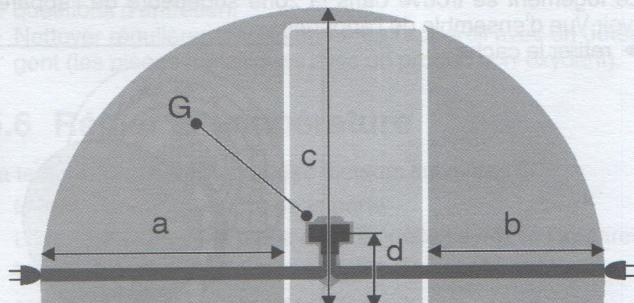

Fig. 21
- La prise de courant est en dehors de la zone postérieure de l'appareil dans la zone concernée. Fig. 21 (a, b, c)
- Introduire la la fiche de l'appareil Fig. 21 (G)au dos de l'appareil. Veiller à ce qu'elle s'introduise correctement.